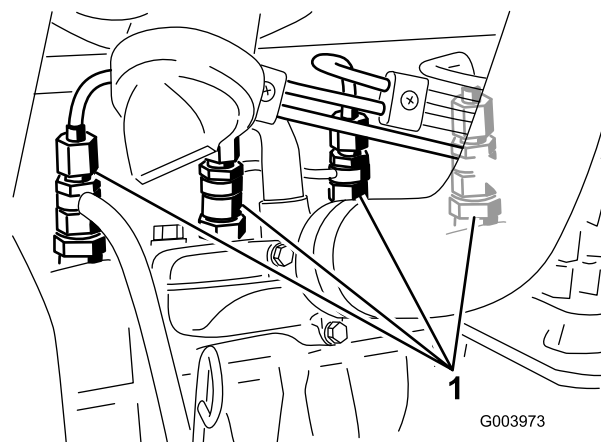

図 41
1. 燃料噴射ポンプの No. 1インジェクタノズル(図 41)へのパイプ接続部をゆるめる。